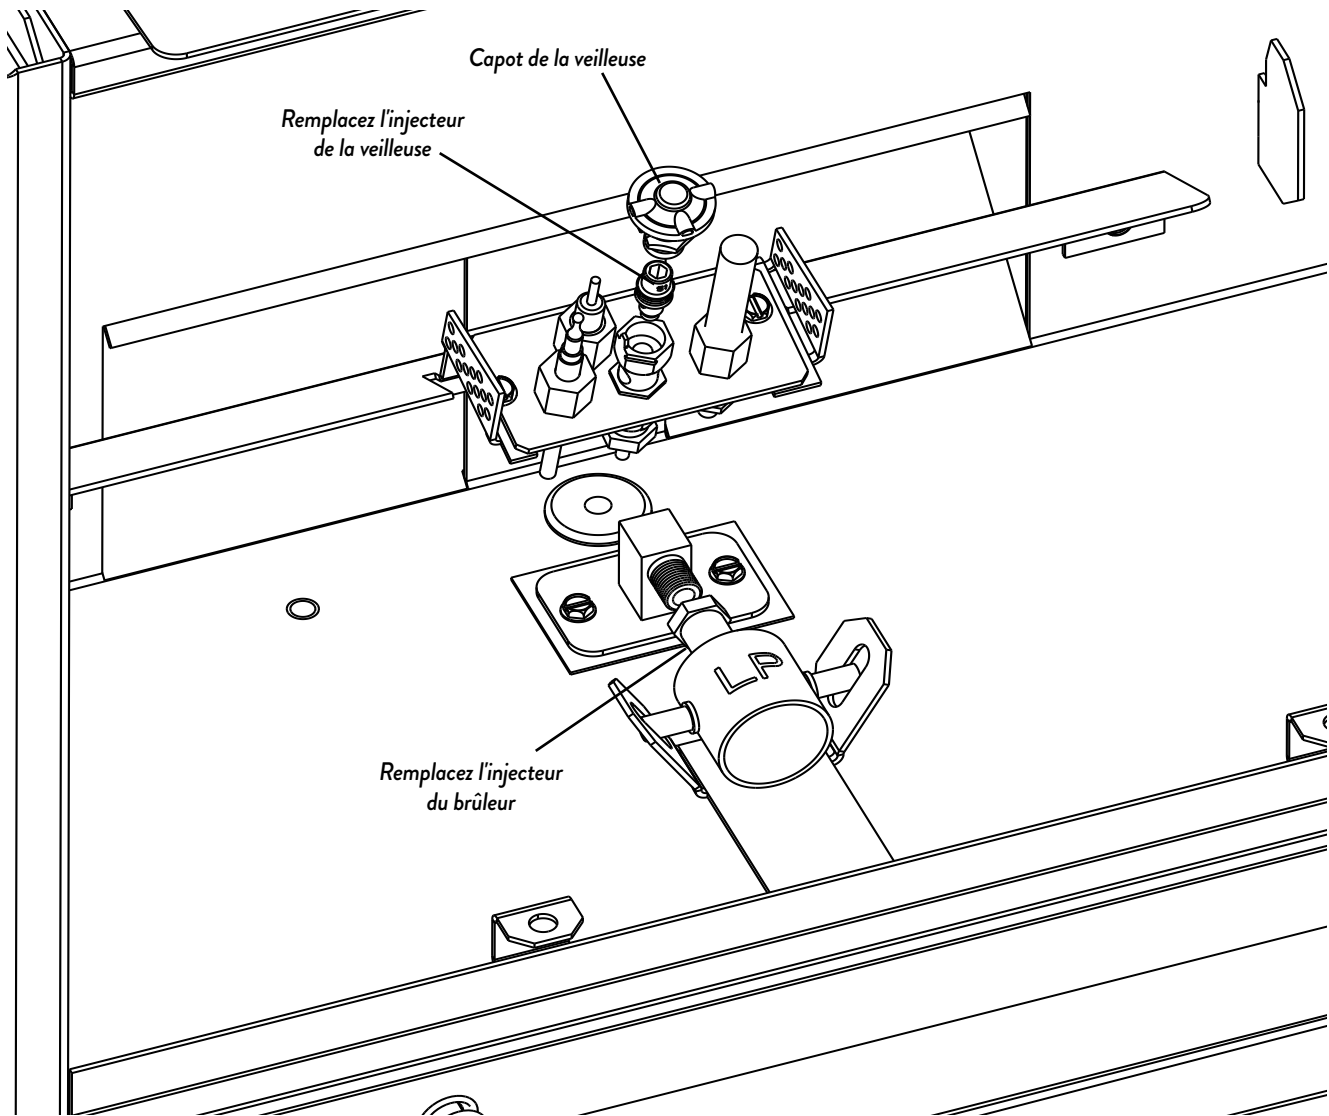

Figure 7.3.
5. **Remplacez l'injecteur du brûleur.** Voir la figure 7.3. À l'aide d'une clé à fourche de 1/2 po ou d'une douille à puits profond, retirez l'injecteur du brûleur du support d'orifice et remplacez-le par l'injecteur fourni dans le kit de conversion.
6. **Remplacer l'injecteur de veilleuse, Figure 7.3**
7. **Retournez l'obturateur d'air.** Pliez soigneusement la poignée de l'obturateur d'air et retournez l'obturateur d'air de sorte qu'il affiche « GPL ». Pliez soigneusement la poignée de l'obturateur d'air autour de l'obturateur d'air. Voir la figure 7.3.